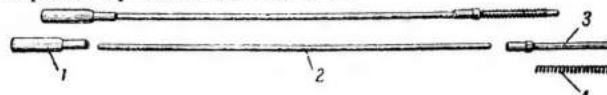

Рис. 14. Газовый цилиндр со штоком и толкателем:
15. Газовый цилиндр со штоком и толкателем (рис. 14) служит для передачи энергии пороховых газов стеблю затвора. Газовый цилиндр имеет несквозной канал для патрубка и гнездо для соединения со штоком. Шток представляет собой цилиндрический стержень, один конец которого входит в гнездо газового цилиндра, а другой — в гнездо толкателя. На задний конец толкателя надевается пружина, которая после прекращения действия газов на газовый цилиндр возвращает в переднее положение толкатель, шток и газовый цилиндр.